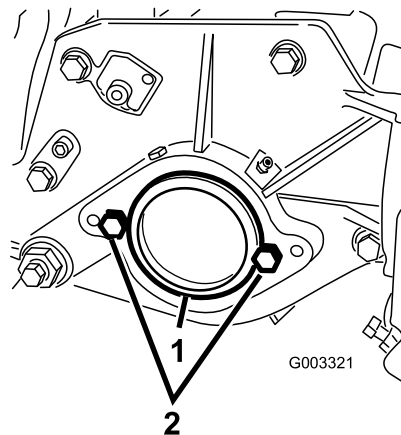

Figura 12
2. Sul lato destro dell'apparato di taglio, togliete il tappo in plastica dall'alloggiamento del cuscinetto (Figura 12).
3. Togliete le 2 viti a testa cilindrica dalla piastra laterale destra (Figura 12).
2. Vite a testa cilindrica (2)
5. Montate, senza stringere eccessivamente, le 2 viti di montaggio del motore del cilindro sulla piastra laterale sinistra dell'apparato di taglio (Figura 12).